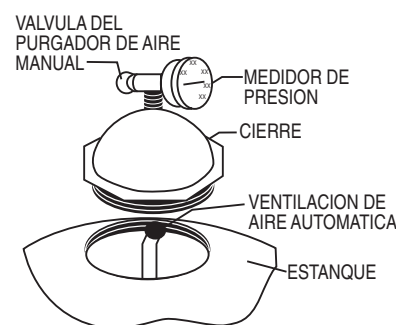

Figura 1.
10. Pivotee el difusor fuera del centro del estanque en los TR40, 50, 60, TR60 ClearPro, 100 y 140 rotando el conjunto del difusor en el sentido contrario en que giran las manillas del reloj. (**AVISO:** El conjunto del multifusor no se debe mover en los modelos TR100HD, TR100C, TR100C-3 y TR140C, TR140C-3. Después de instalar el material del filtro tal como se ha descrito a continuación revise para verificar que las partes superiores de los difusores estén paralelas con la parte superior de la capa de arena.) Llene el estanque con agua hasta alrededor de la mitad. Vacíe gravilla primero (si se va a usar) y luego arena en la parte superior del filtro lentamente de modo que el impacto del material del filtro no dañe los laterales. Vea la información en la Tabla 2 en este manual para verificar la cantidad de arena y grava adecuada. Llene el filtro al nivel adecuado para mantener el espacio libre (vea la Tabla 2). Pivotee el conjunto del difusor de nuevo a su posición vertical si es que se movió. Asegúrese que la ventilación de aire automática está sobresaliéndose en la parte superior del cierre tal como se indica a continuación en la Figura 1. Asegúrese que la ventilación de aire automática está en el centro del cierre del filtro. Lave toda la arena alrededor de la abertura roscada en la parte superior del estanque.